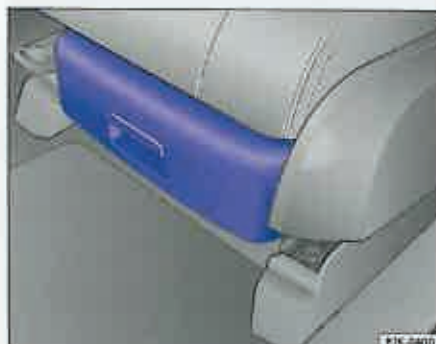

Fig. 85 Sub scaunul din față: Sertar.
- Pentru *deschidere* acționați tasta de blocare de pe mânerul sertarului ⇒ **fig. 85** și trageți sertarul în față.